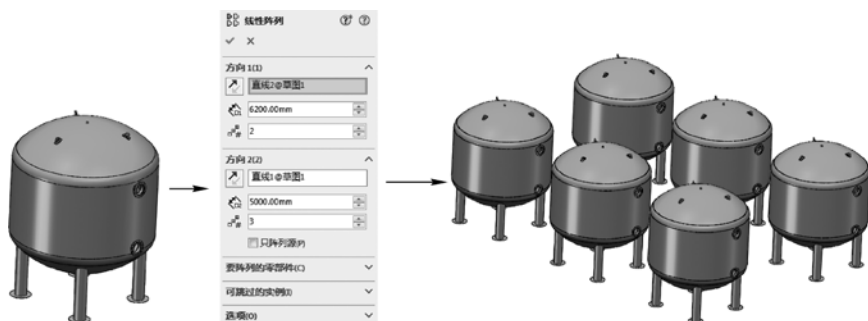

图 3-31 导入罐体并执行阵列操作效果
STEP 1 新建装配文件并导入本书提供的素材文件“水罐.SLDPRT”，然后对导入的水罐模型执行阵列操作，如图 3-31 所示（阵列操作时，阵列距离应为 5000×6200 ，且应令罐体的两个开口与所有罐体的长度方向一致）。